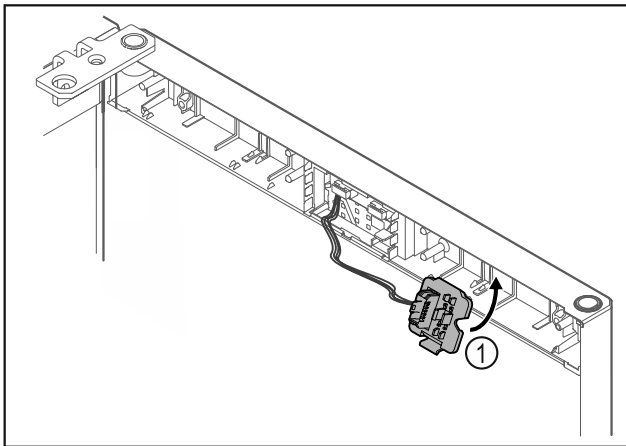

Fig. 12
- Clipser le support de connecteur Fig. 12 (1) du côté opposé.*